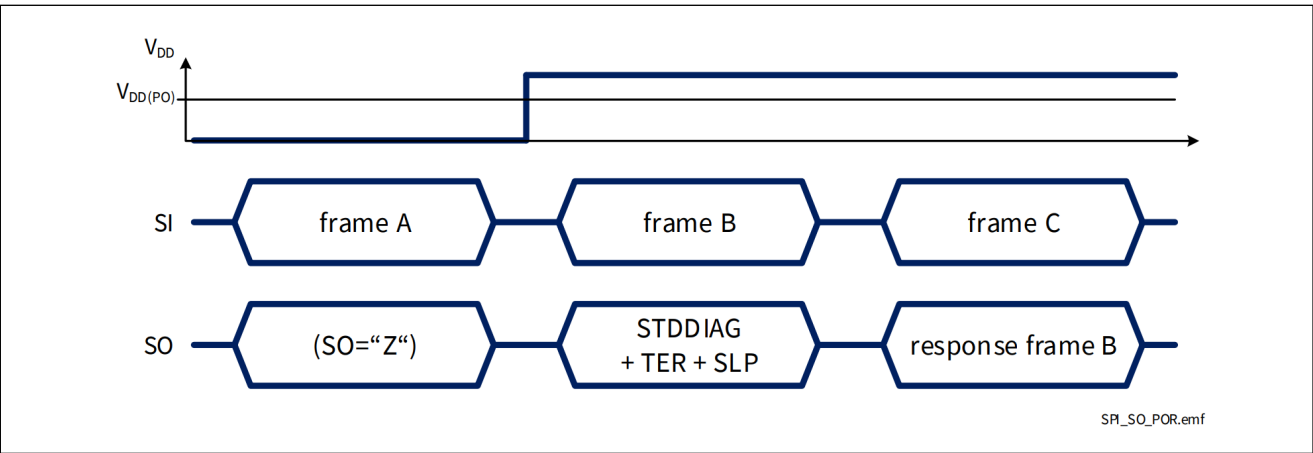

Figure 44 SPI response after coming out of Power-On reset at V_{DD}
- 当 BTS71220-4ESA 数字电源不满足上电复位条件时，如图 44 所示